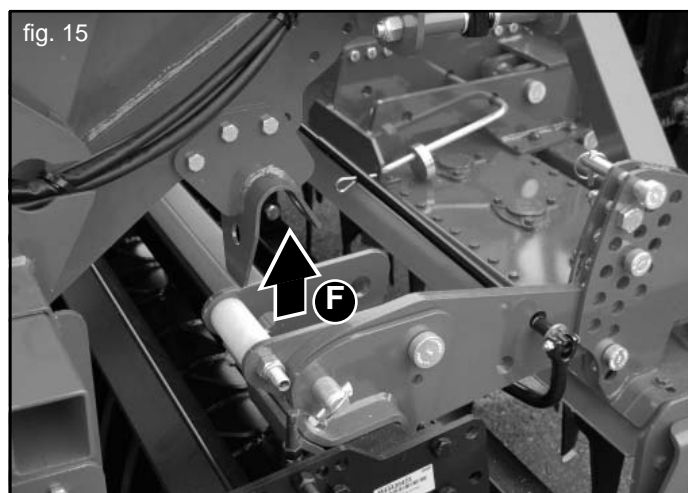
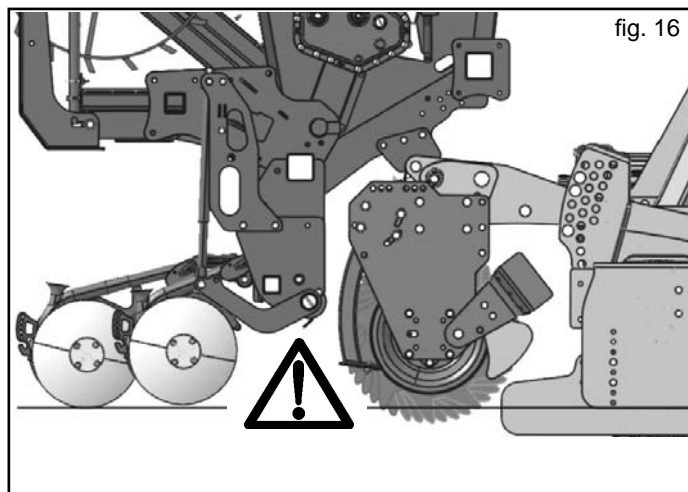

fig. 15
fig. 16
- 3) Avvicinarsi con il trattore alla seminatrice, agendo sul sollevatore, agganciare l'attrezzatura nei punti predisposti (F, Fig. 15). Verificare che non ci siano o si possono verificare interferenze tra organi meccanici delle due macchine. In modo particolare controllare la zona tra il rullo posteriore ed i bracci degli assolcatori (Fig. 16).